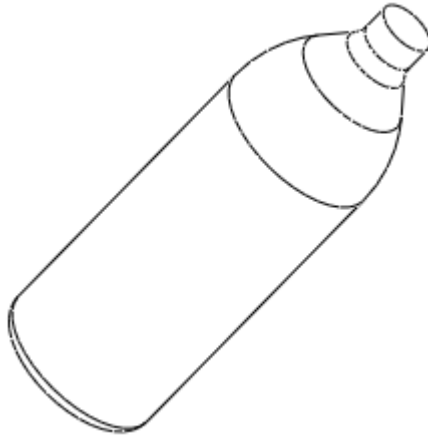

图 3-202
- (4) 单击草绘命令工具栏中的，返回特征操控板，单击，完成特征的建立，如图 3-202 所示。